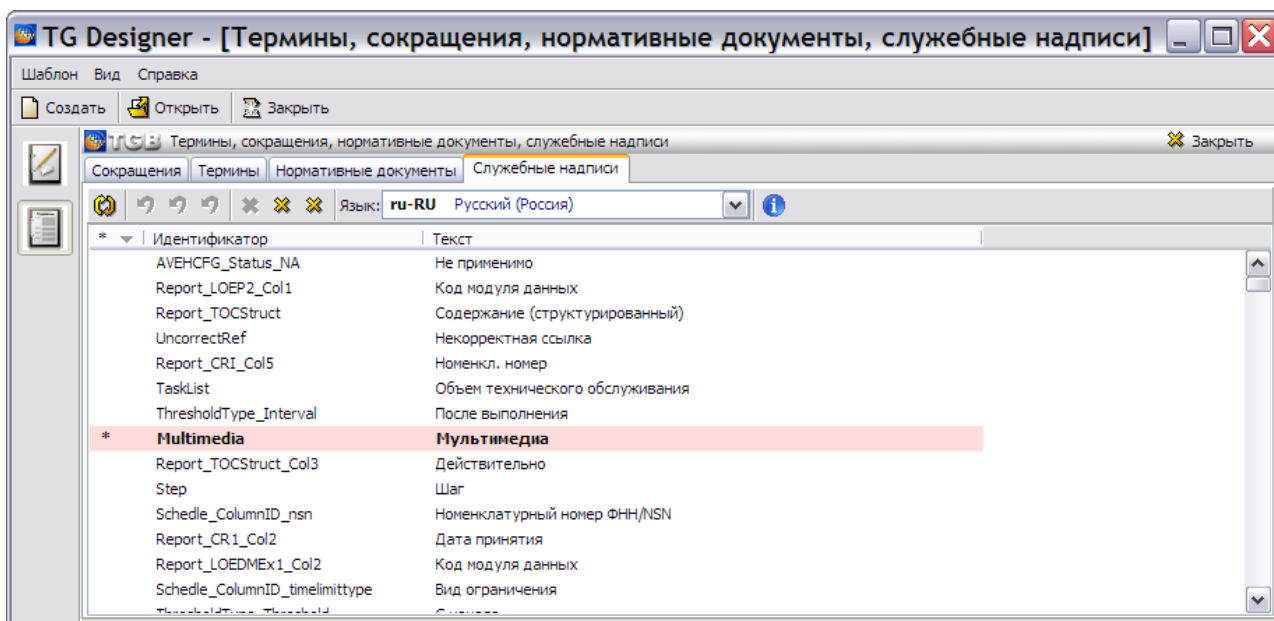

Рисунок 166
4) Отредактируйте служебную надпись и нажмите на клавишу ENTER на клавиатуре. Измененная служебная надпись будет выделена жирным шрифтом, строка с надписью окрасится (рисунок 166).